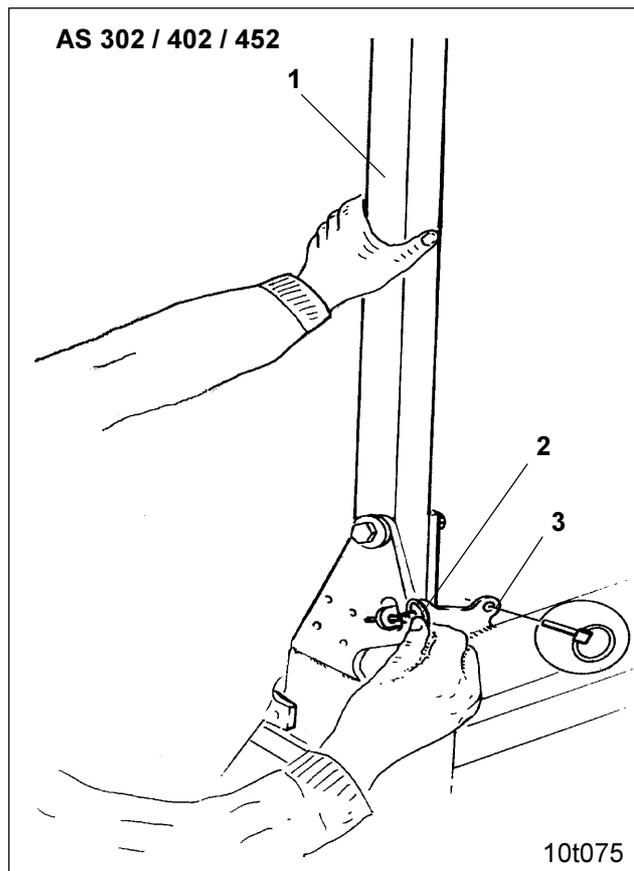
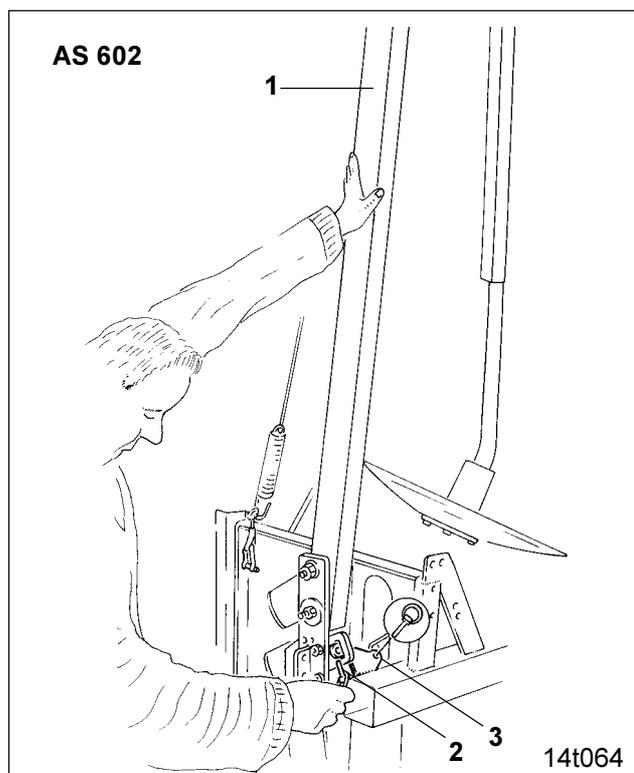

Fig. 24.10
Fig. 24.11
- Spuranreißer-Ausleger (Fig. 24.10/1) festhalten und Klappstecker (Fig. 24.10/2) (erforderlich zum Transport) entfernen
- Klappstecker (Fig. 24.10/2) bei Nichtgebrauch in der Lasche (Fig. 24.10/3) abstecken.
- Spuranreißer-Ausleger (Fig. 24.11/1) festhalten und Klappstecker (Fig. 24.11/2) (erforderlich zum Transport) entfernen
- Klappstecker (Fig. 24.11/2) bei Nichtgebrauch in der Lasche (Fig. 24.11/3) abstecken.
Nach Entfernen des Klappsteckers (Fig. 24.10 bzw. Fig. 24.11) neigt sich der Spuranreißer-Ausleger leicht zur Seite.
Vor dem Befahren nichtöffentlicher und öffentlicher Straßen und Wege sind die Spuranreißer mit Klappsteckern (Fig. 24.10 bzw. Fig. 24.11) gegen unbeabsichtigtes Absenken der Spuranreißer zu sichern.